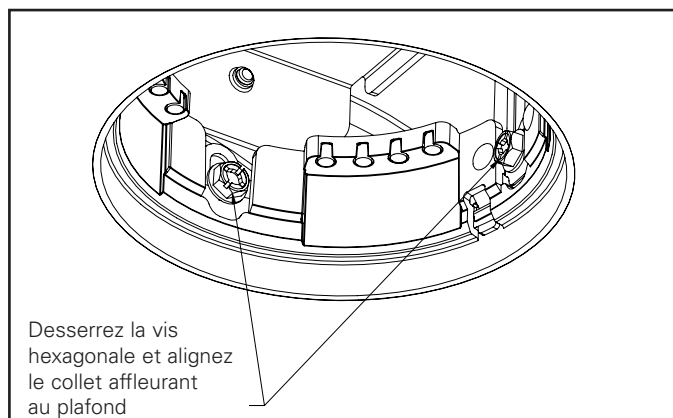
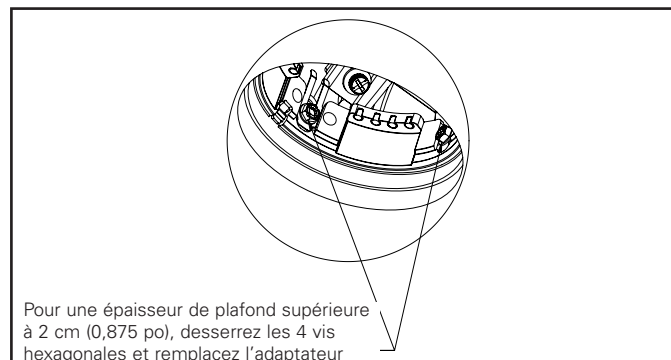

Figure 5.
Figure 8.
- Une fois le plafond installé, enlevez la protection contre la pulvérisation et ajustez le luminaire selon l'épaisseur du plafond en desserrant les quatre (4) vis hexagonales fixant le collet au boîtier. Ajustez le bord inférieur du collet à niveau avec le plafond fini (Figure 5) puis serrez les quatre (4) vis hexagonales. Si l'épaisseur du plafond est supérieure à 2 cm (7/8 po) et allant jusqu'à 6 cm (2 1/2 po), remplacez le collet existant par un collet de rallonge (PCE3* ou CA3*) et réglez la hauteur à l'aide des vis hexagonales (consultez les Figures 8 et 9) conformément aux instructions d'installation du collet de rallonge n° IL53450325. **Si des adaptateurs à bords coupés (CA3*) sont utilisés. Il faut retirer l'adaptateur à bride automatique qui fait partie du boîtier avant d'installer le luminaire dans le plafond.**